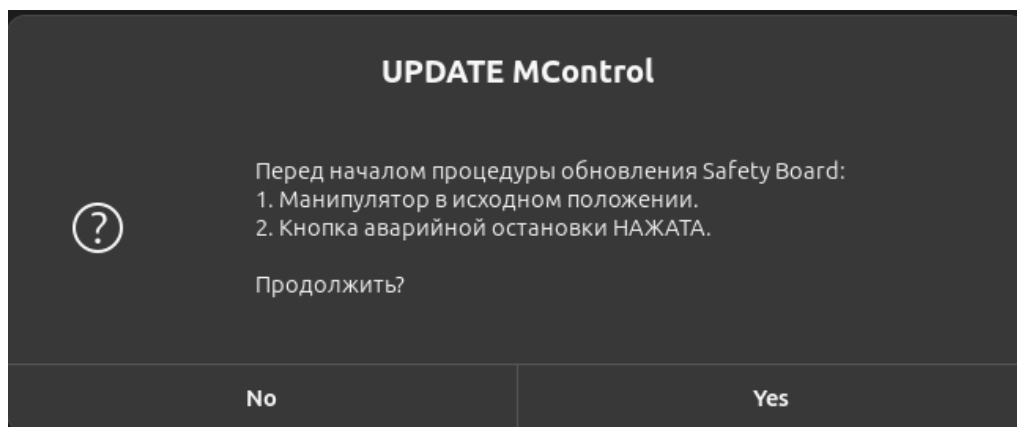

Рисунок II-76 – Предупреждение
- «Safety Board» – отобразится предупреждение «Перед началом процедуры обновления Safety Board: 1) Манипулятор в исходном положении. 2) Кнопка аварийной остановки НАЖАТА. Продолжить?» (см. Рисунок II-76);